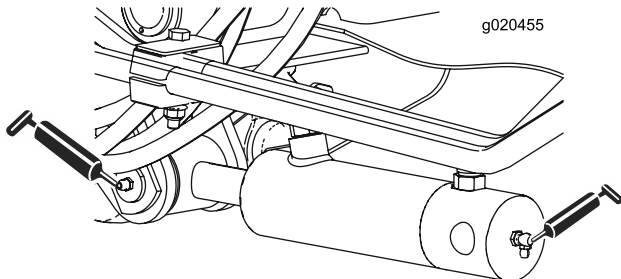

Figure 44
- Bagues de vérins de bras de relevage (2 chacun) (Figure 44).